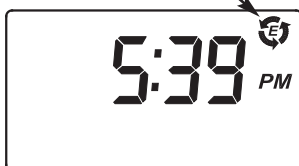

FIG. 24
3. Oprima tres veces el botón PROGRAM (Programar) para regresar a la pantalla de funcionamiento normal (Vea la Fig. 24).